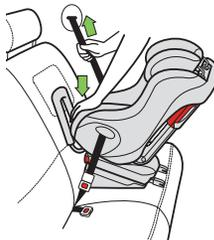
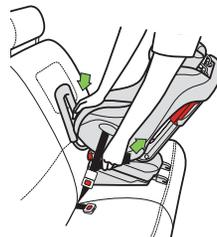

Figura 64
Figura 65
- Presione el centro del asiento de seguridad para oprimir el cojín del vehículo y tire de la porción de hombro del cinturón de regazo y hombro a fin de apretarlo, como se ilustra en la **figura 64.**, o bien, tire del extremo del cinturón de regazo (en caso de que se utilice el cinturón de solo regazo), como se muestra en la **figura 65**.